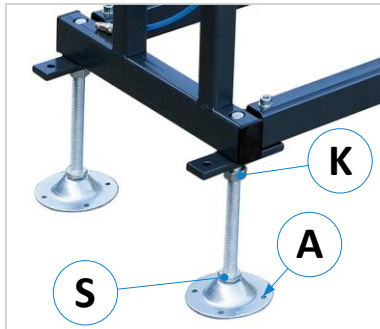

Figure 4 : pieds de réglage
Lorsque toutes les pièces du convoyeur à rouleaux sont assemblées et alignées sur la machine, ancrer le convoyeur à rouleaux dans le sol à l'aide des quatre trous (A) dans les plaques de base avec des chevilles pour charges lourdes (voir ⇒ Figure 4).